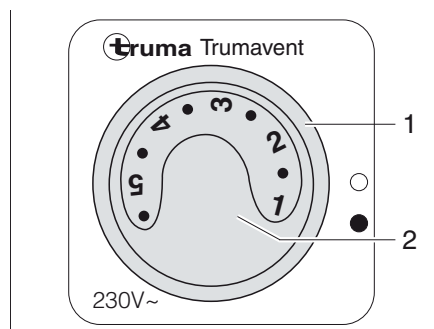

Fig. 109 Commutateur de commande du ventilateur à air pulsé (230 V)
- Mettre l'interrupteur tournant (Fig. 109,1) sur "●".
- Régler la puissance désirée du ventilateur à air pulsé à l'aide du bouton de commande (Fig. 109,2).
- Mettre l'interrupteur tournant (Fig. 109,1) sur "O".